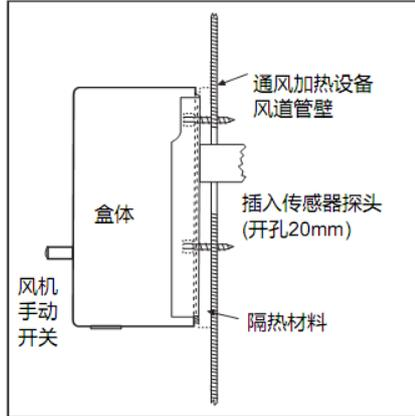

图 1
- (1)典型安装如下图 1 所示，其他支架、附件等安装方式参考随产品说明书。
- (2)在通风加热设备风道上开孔，孔径 20mm。
- (3)打开箱体上盖，把传感器探头插入风道。
- (4)箱体底面贴紧风管，对照箱体固定锁紧孔位置，在管壁上打安装螺丝孔。
- (5)如需要，应在箱体和风管间垫上隔热材料。
- (6)用安装螺丝锁紧箱体。